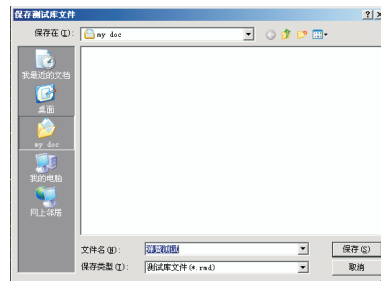

图22
- ③另存测试库：用指定的文件名保持当前测试结果；（图22）